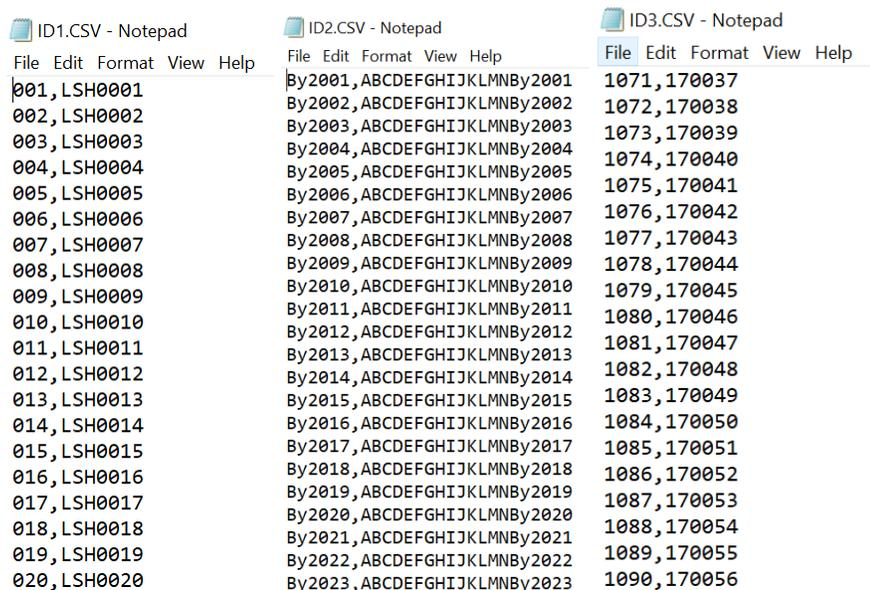

Figure 3-45 : Exemples de fichiers de valeurs ID
- Notez que ces fichiers ID doivent contenir à la fois l'index ID et les descriptions ID ; ils s'appellent **ID1**, **ID2** et **ID3**, et sont enregistrés au format **.csv**, comme illustré à la Figure 3-45.